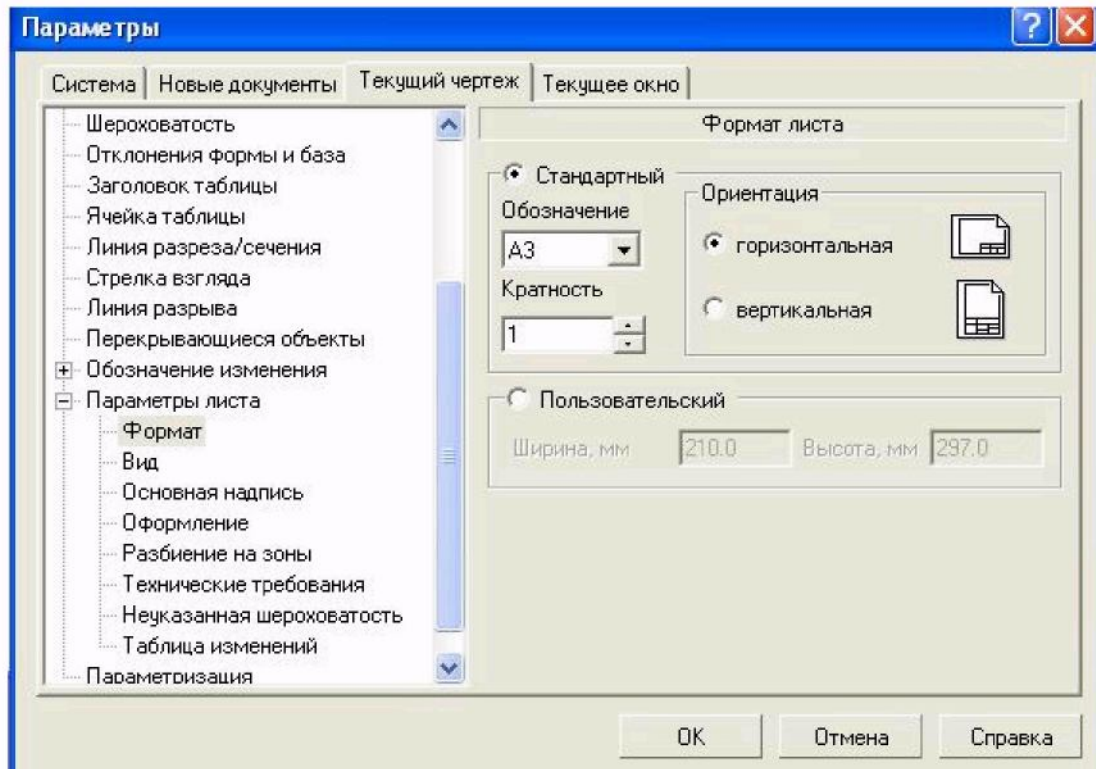

Рис. 1.13. Діалогове вікно Параметри
2) у діалоговому вікні, що з'явилися, «Параметри» вибрати рядок Параметри аркуша, а потім рядок Формат (рис. 1.13);